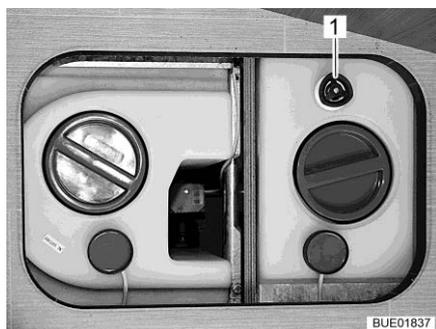

Fig. 194 Depósito de agua con tirador giratorio
- Girar el tirador giratorio (Fig. 194,1) sobre el depósito de agua en sentido de las agujas del reloj, hasta el tope.
- Girar el tirador giratorio (Fig. 194,1) sobre el depósito de agua en sentido contrario a las agujas del reloj, hasta sentir resistencia. El agua se sale hasta sobrar una cantidad residual de 20 l.